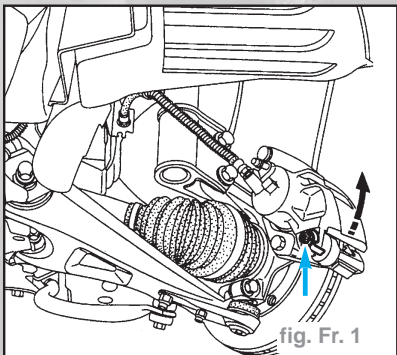

fig. Fr. 1
- Déposer la vis inférieure guide d'étrier de frein (fig. Fr. 1).